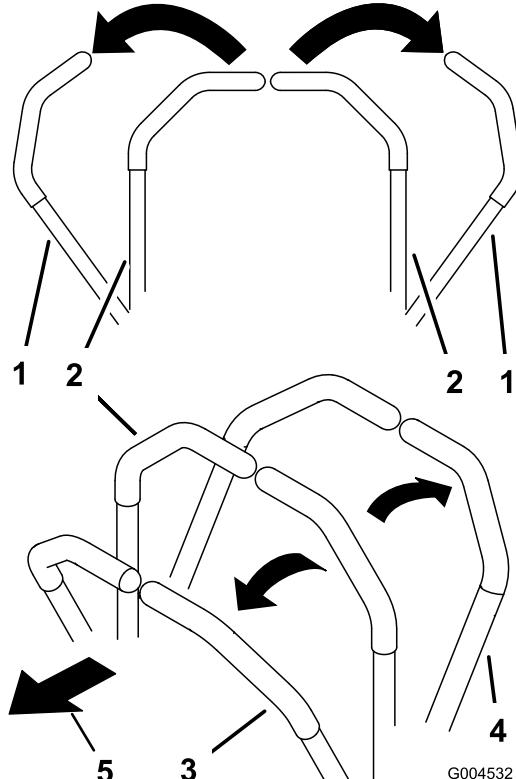

図 19
1. 走行コントロール・レバー(図 19)をニュートラル固定位置にセットする。
- 前への直進走行：両方のレバーをゆっくりと前に押す（図 19）。
- 後への直進走行：両方のレバーをゆっくりと後に引く（図 19）。
- 旋回；両方のレバーを手前に引いて走行速度を落とし、曲がりたい方向と反対側のレバーを押す（図 19）。